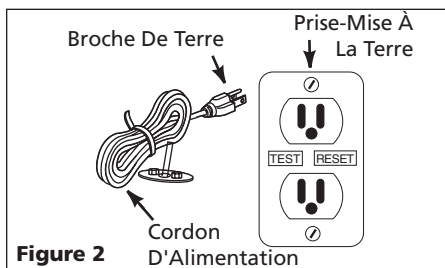

Figure 2
- Introduire la fiche de l'interrupteur flotteur directement dans une prise de 120 volts (Voir Figure 2).